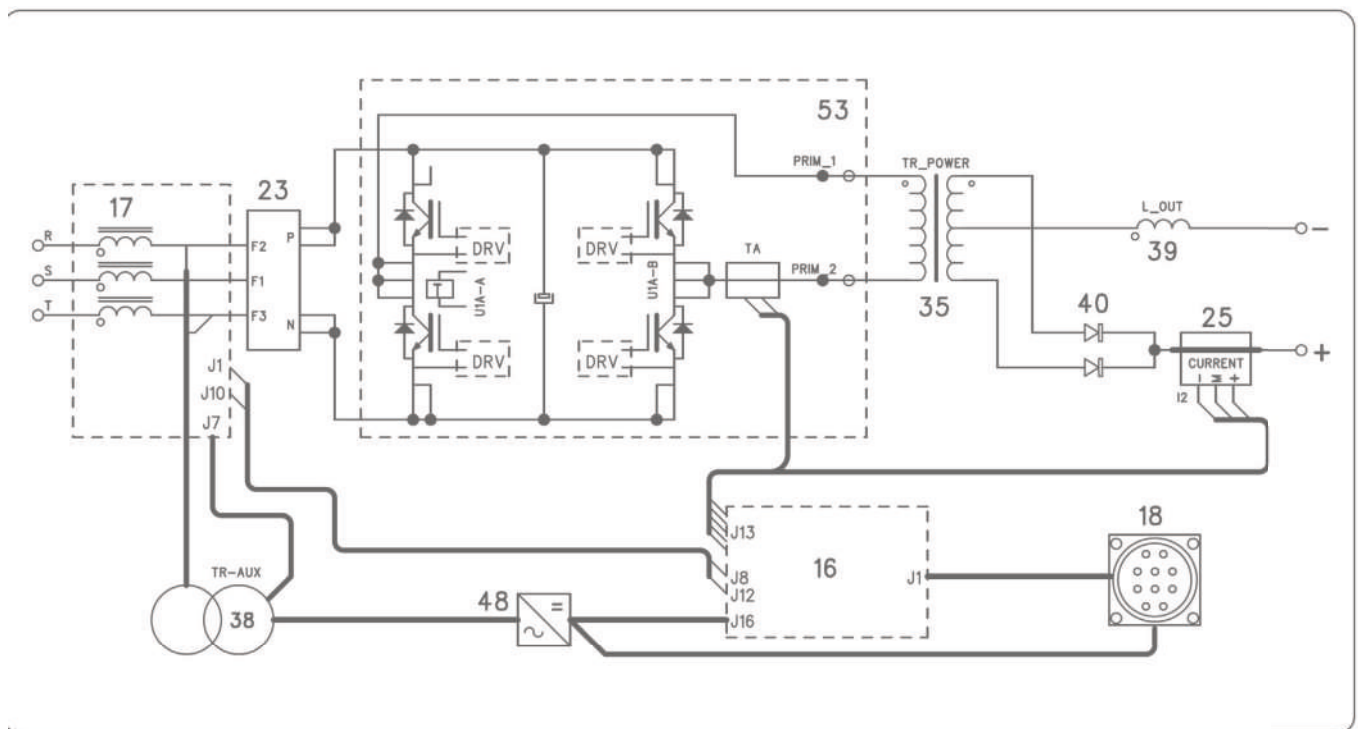

Рис. 2.3.1
SYNSTAR 400 TS — это источник питания с управлением по напряжению и току, состоящий из трехфазного мостового выпрямителя, DC/AC преобразователя (инвертора) и мостового выпрямителя. Смотрите электрическую схему в разделе 5, блок-схему на рис. 2.3.1, взрывные чертежи и таблицы в разделе 4, чтобы идентифицировать основные блоки, составляющие источник питания.
Мостовой выпрямитель (23) и электропитание (53) являются силовыми элементами первых двух преобразовательных стадий. Более конкретно, на рис. 2.3.1 показано: